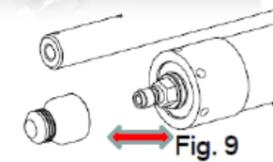

Fig. 9
- Quite el protector del conector e inserte el conector de carga que se le suministra con la carabina. Accione el cerrojo para colocar el arma en posición de armado. La carga se puede realizar con una bomba manual como con otro tanque adicional. (Fig. 9). Nos aseguraremos siempre de que la unidad de purgado esté cerrado. Una vez realizada la carga, cerramos el paso de aire y purgamos la manguera usando la unidad de purga.(Fig.11 y 12). Finalmente, podemos desconectar la unidad de carga.